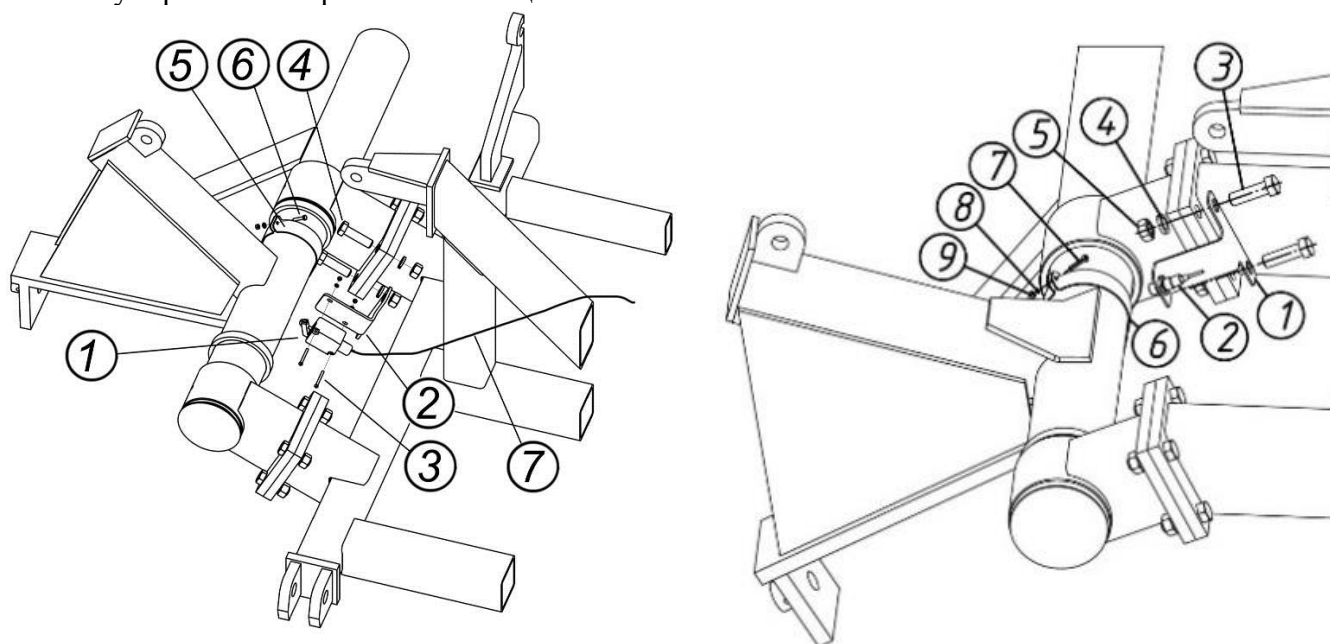

Рис.5.4.2. Крепление концевой или индукционного датчика
Концевой (1) устанавливается сзади центральной рамы на кронштейне (2) с помощью винтов 3 (M5x55), гаек M5 и шайб пружинных. Индукционный датчик фиксируется в отверстии кронштейна двумя контргайками. Кронштейн датчика крепится к фланцам узла качающегося вала и центральной рамы с помощью болтов (4) (M20x70), гаек M20 и шайб пружинных (рис. 5.4.2).